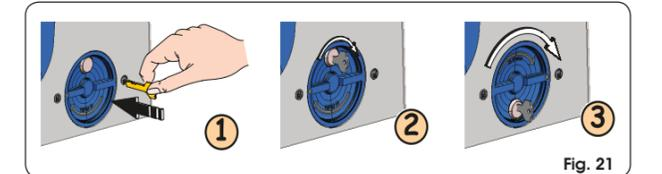

Fig. 21
- Introduzca en la cerradura la llave suministrada en dotación (Fig. 21 Ref. ①), y gírela en sentido horario como se indica en la Fig. 21 Ref. ②.
- Gire el sistema de desbloqueo en sentido horario unos 180°, tal y como se indica en la Fig. 21 Ref. ③.